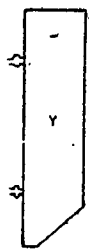

FIGURA 3
- Sobre a aleta Y, fixar, com parafusos, as 2 presilhas distancadas em 30 cm uma da outra (Figura 3)